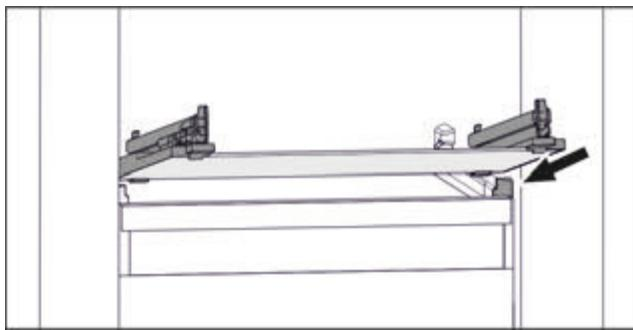

Fig. 66 Приближене відображення скляної пластини
- ▶ Встановити скляну пластину за стопорами навскоси. (див. Fig. 66)